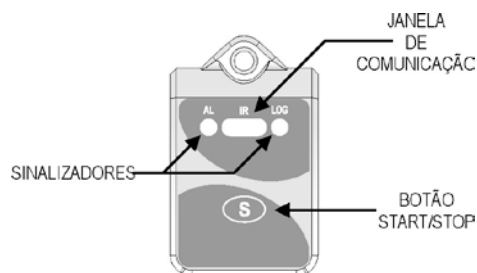

Figura 01 – Frontal del Registrador
- **Inmediato:** inicio inmediato, así que la configuración es concluida y enviada (OK) al registrador.
- **Via Botón de Start/Stop:** inicia y interrumpe las adquisiciones con el presionar por dos segundos del botón Start/Stop, localizado en el frontal del registrador. Ver **Figura 01**.